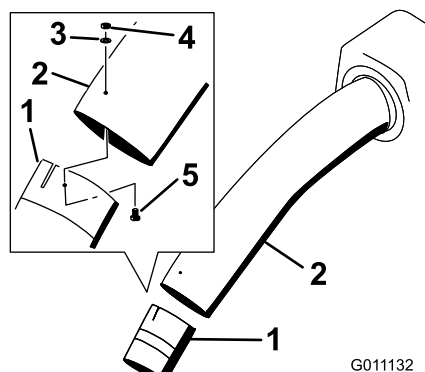

Figura 28
14. Una los tubos superior e intermedio con 3 pernos (Nº 10 x 3/4"), 3 arandelas planas (7/32"), y 3 contratuercas (Nº 10) (Figura 28).